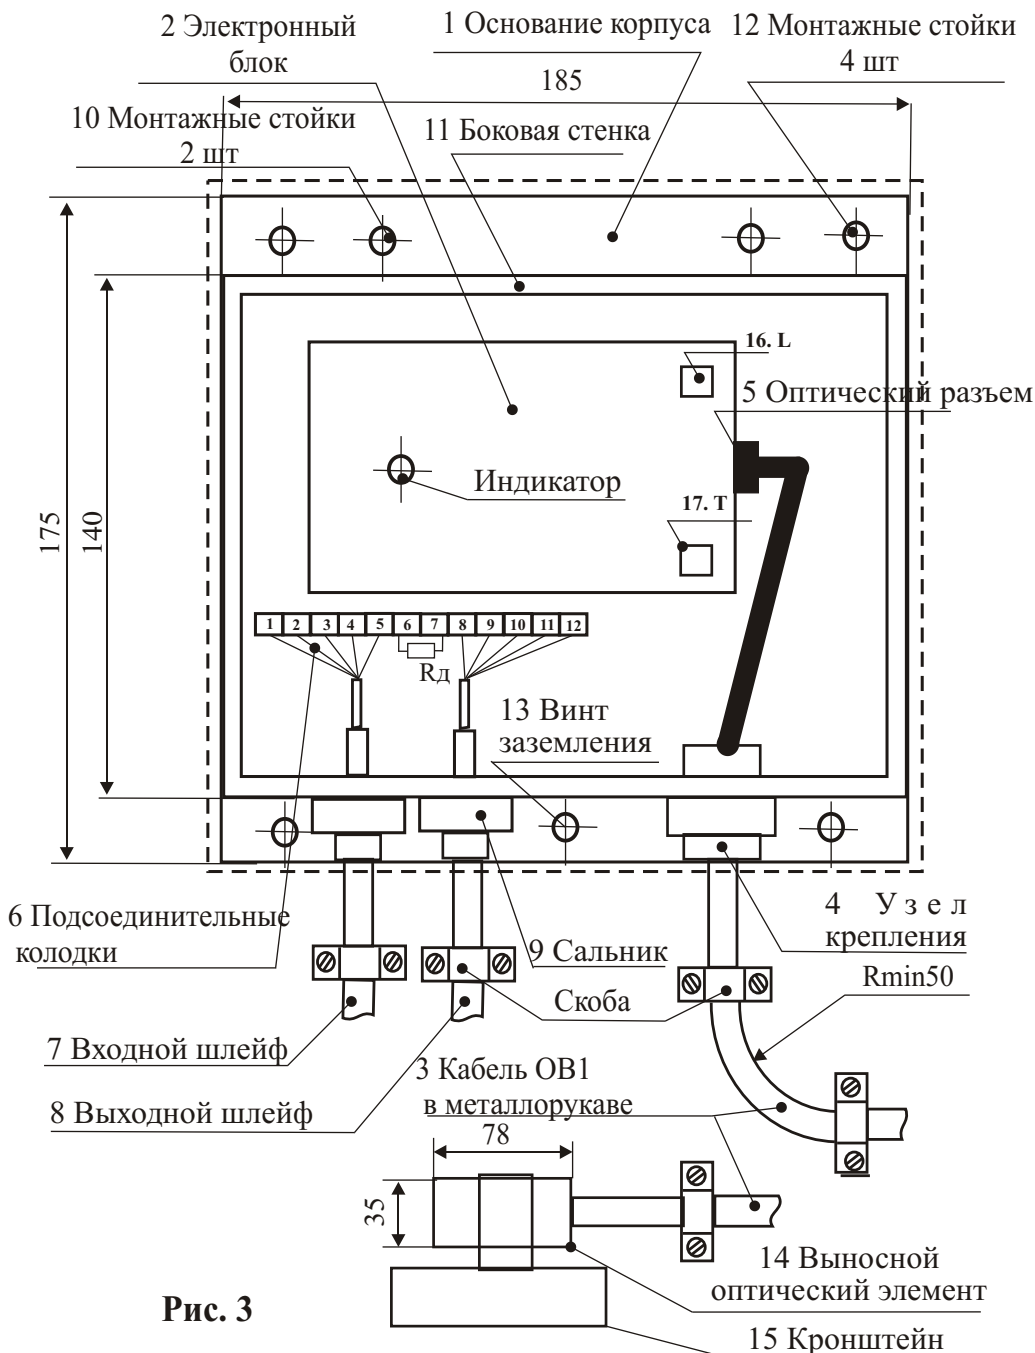

Рис. 3
2.2.6 Установить с помощью переключателя Т (поз. 17 на рис. 3 в Приложении) время срабатывания. Увеличенное время срабатывания 21с выбирается для повышения помехозащищенности извещателя.
2.2.7 Установить с помощью переключателя L (поз. 16 на рис. 3 в Приложении) дальность обнаружения 30м ($L=30$), или уменьшенную дальность 15м ($L=15$). Уменьшенная дальность - при оптических помехах и небольших размерах помещения.